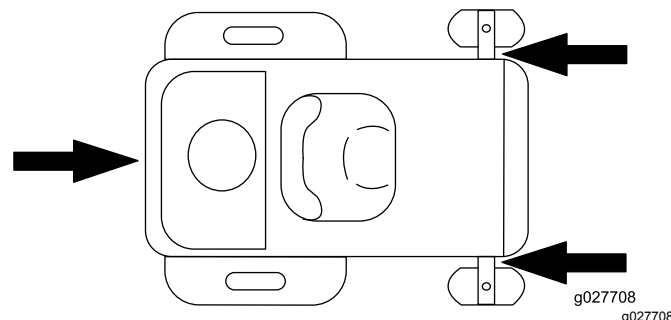

Bild 29
- Befestigen Sie die Maschine sicher mit Riemen, Ketten, Kabeln oder Seilen auf dem Anhänger oder Lkw. Verwenden Sie nur die vier dafür vorgesehenen Verankerungspunkte am Mäher - zwei auf der linken Seite und zwei auf der rechten Seite (Bild 29). Verwenden Sie diese Stellen auch beim Transport des Mähers mit angebautem Zubehör. Die Verwendung nicht gekennzeichneten Stellen kann zu Schäden am Mäher und/oder am Anbaugerät führen.